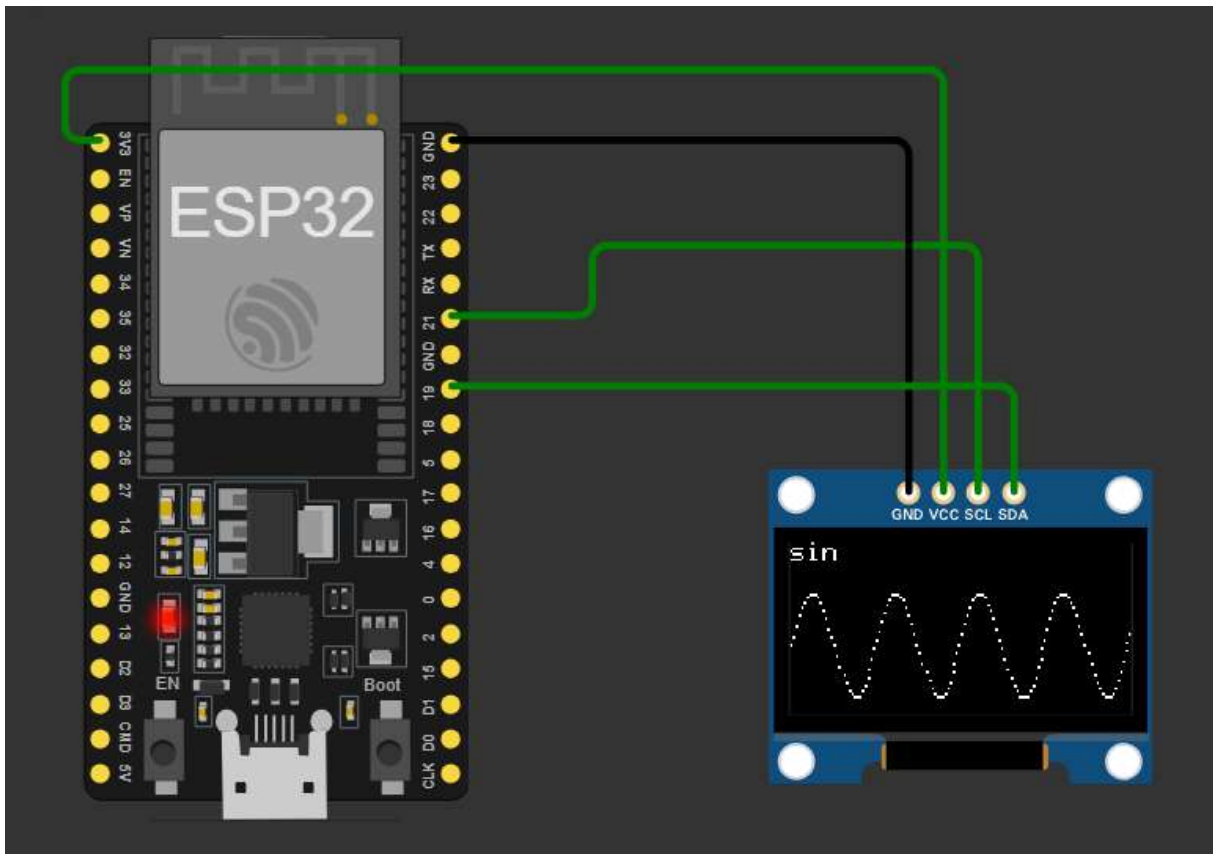

Рисунок 6.8 – Досліджувана схема OLED-дисплея в wokwi
1. Складаємо в wokwi схему для відображення сигналу синусоїди. Нам необхідно згенерувати сигнал синусоїди та відобразити його на OLED-дисплеї. Дисплей підключений через двопровідний інтерфейс. Схему дослідження на платформі wokwi показано на рис. 6.8.